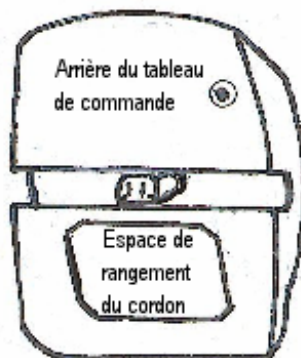

Fig. 5
- Débranchez le cordon d'alimentation détachable de la friteuse et rangez-le dans l'espace de rangement (N° 19) à l'arrière du tableau de commande. (Fig. 5)